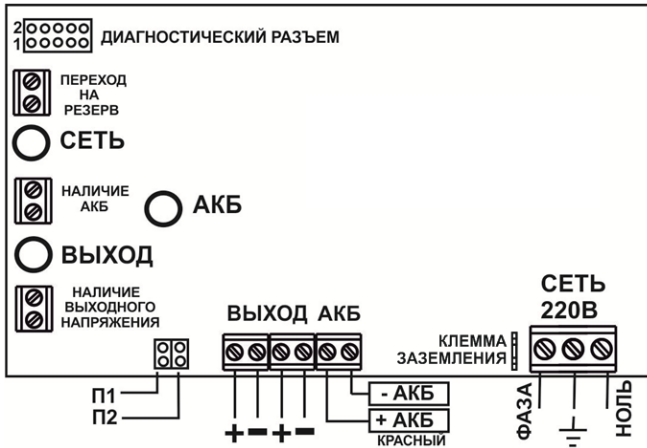

Рисунок 1. Внешний вид платы.
- открыть крышку и проверить правильность произведенного монтажа в соответствии с рис. 1 и разделом УСТАНОВКА НА ОБЪЕКТЕ;